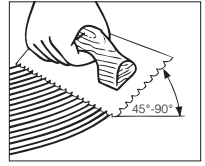

Figure 7
- Tenir la truelle à un angle d'au moins 45° (Figure 7), fermement contre le sous-plancher afin d'obtenir un taux d'étalement de 4 à 5,5 m²/litre (50 à 60 pi²/gal US). La truelle laisse des cannelures d'adhésif et très peu d'adhésif entre les cannelures, ce qui permet de voir les lignes tracées au cordeau et d'étaler la quantité recommandée.